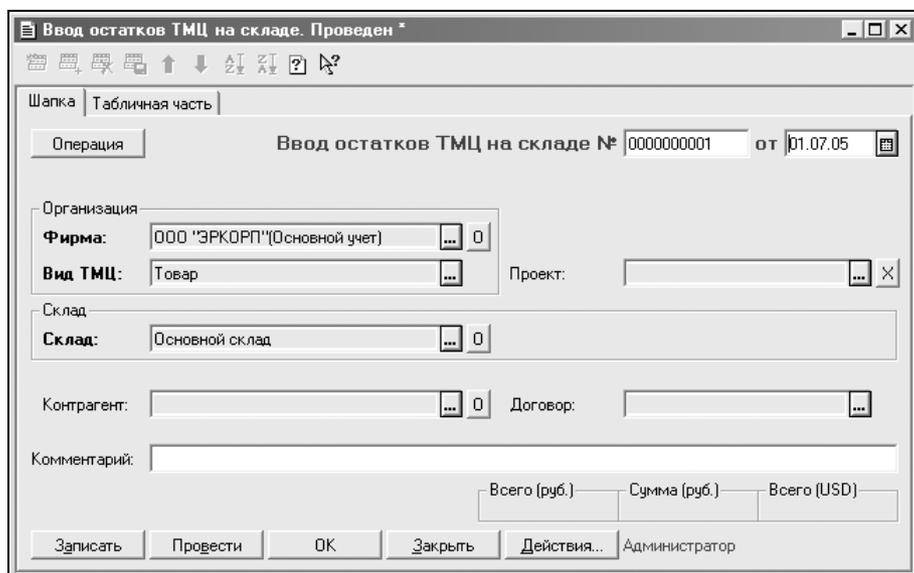

Рис. 6.2. Диалоговое окно Ввод остатков ТМЦ на складе. Вкладка Шапка
2. В меню **Действия** выберите пункт **Новый**. В предложенном списке перейдите к пункту **Ввод остатков ТМЦ**, в результате которого появится окно, представленное на рис. 6.2.
- В диалоговом окне документа вкладки **Шапка** (см. рис. 6.2) выполните следующее.